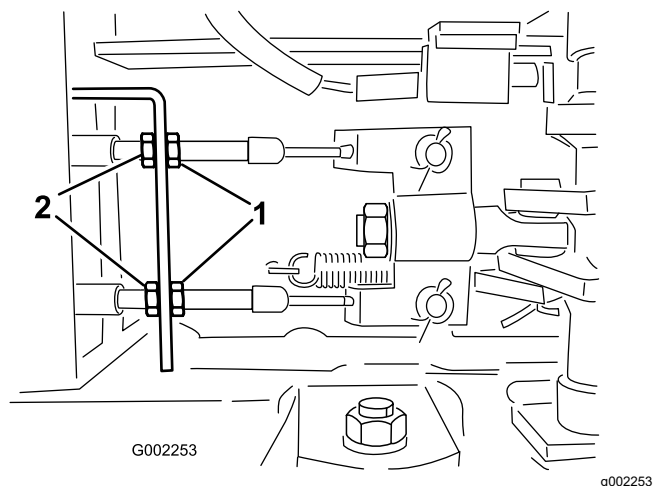

Рисунок 102
5. Ослабьте передние контргайки на тросах тормоза под передним концом опрыскивателя (Рисунок 102).
6. Равномерно затягивайте задние контргайки до тех пор, пока педаль тормоза не будет перемещаться в пределах от 1 до 2 см до ощущения сопротивления (Рисунок 102).